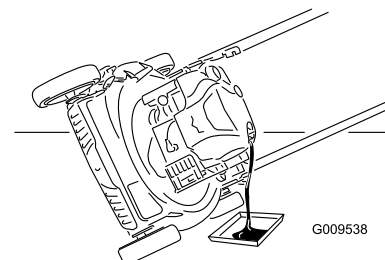

Рисунок 18
3. Для слива отработанного масла через маслозаливной патрубкок переверните газонокосилку набор воздушным фильтром вверх (Рисунок 18).